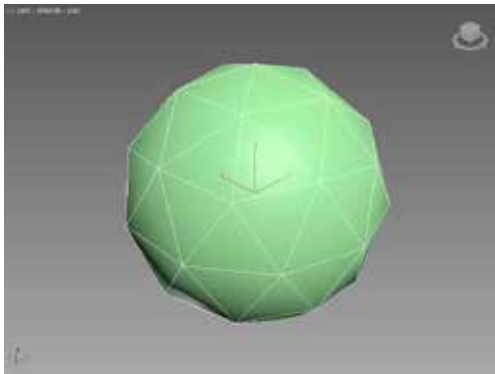

图 2-58 二十面体效果
STEP 03 按 Enter 键确认分段数值，在“基点面类型”选项组中选中“二十面体”单选按钮，效果如图 2-58 所示。